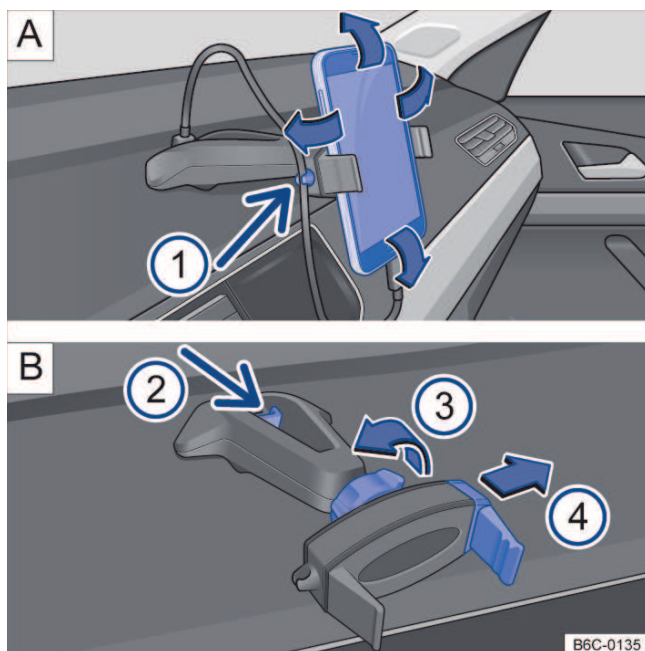

Fig. 171 No console central: suporte para telefone celular e ajustes.
- Segurar o suporte com uma mão e pressionar o botão de destravamento → Fig. 171 B ② (seta).
- Com a haste → Fig. 171 B ④ deslocar no sentido da seta, e instalar o telefone celular no alojamento.
- Com a outra mão deslocar a haste → Fig. 171 B ④ até que seja possível remover o aparelho do alojamento.
- Colocar o cabo USB na entrada carregador USB do suporte existente no painel de instrumentos → Fig. 171 A.
- Prender o cabo no suporte → Fig. 171 A ①.
- Para liberar o movimento do suporte, girar a trava → Fig. 171 B ③ no sentido contrário da seta.
- Para fixar a posição, girar a trava no sentido da seta ③ → Fig. 171 B até a fixação total do suporte.
O suporte para telefone celular tem garantia de 3 anos, com exceção da haste deslizante (garra) → Fig. 171 B ④ que tem garantia de 1 ano.